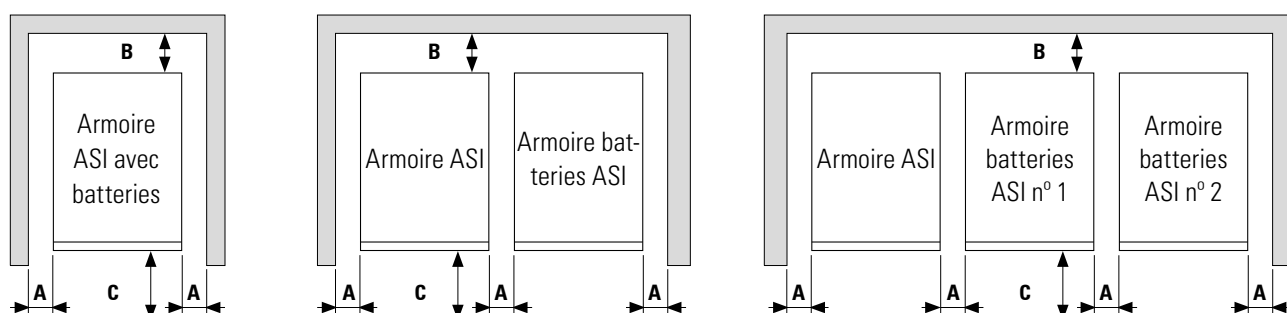

Fig. 36. Cotes minimales périphériques pour la ventilation de l'onduleur.
- La Fig. 36 présente, à titre d'exemple, les configurations comprenant une seule armoire ASI : un onduleur avec les batteries à l'intérieur, un onduleur avec une armoire de batteries externes et un onduleur avec une autonomie étendue avec deux armoires de batteries externes.